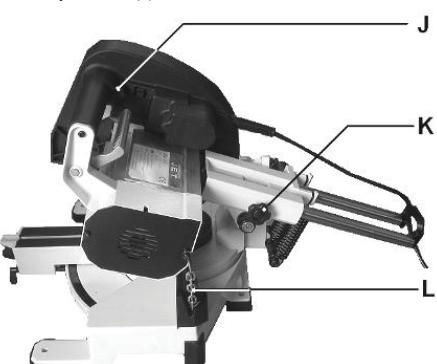

Рис. 2
- Закрепите зажимной винт (K, Рис. 2).
- Закрепите предохранительную цепочку (L, Рис. 2).
- Закрепите салазки винтом (K, Рис. 2). Голова пилы должна быть зафиксирована во время транспортировки.
- При помощи выключателя на рукоятке (J, Рис. 2) станок запускается; если отпустить выключатель, станок останавливается.
- Освободите зажимной винт (К, Рис. 2).